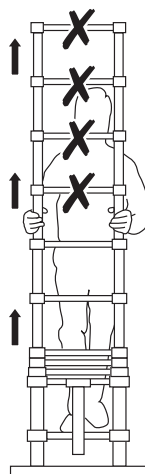

Fig. 4
- c. Nunca trabalhe nos quatro degraus superiores (Fig. 4) e certifique-se de que a escada está pelo menos um metro mais alta do que o degrau em que está (Fig. A).